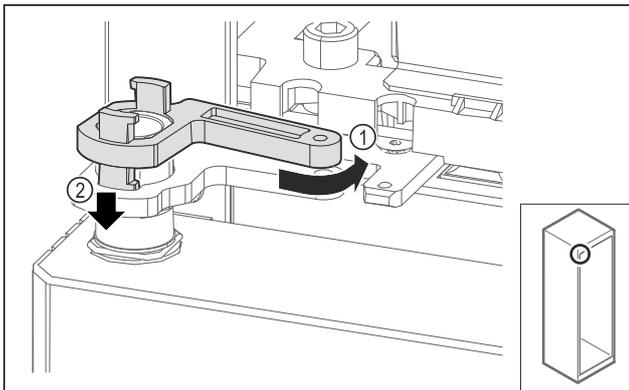

Fig. 71
- ▶ Girar ligeramente el bloqueo del soporte de cojinetes hacia atrás Fig. 71 (1), presionarlo hacia abajo Fig. 71 (2) y bloquearlo en el ángulo de bisagra.